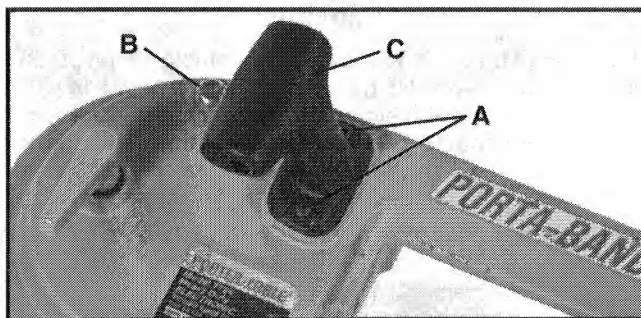

Fig. 6
1. Enlever les pièces suivantes de votre scie à ruban (voir Fig. 6) : deux vis (A), poignée (C) et vis (B). Ranger la poignée et la vis (B) pour utilisation ultérieure. Les vis (A) seront utilisées à l'étape 5 ci-dessous.